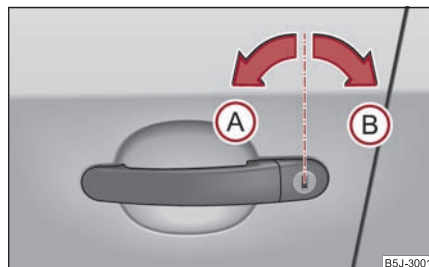

Abb. 36 Schlüsseldrehungen zum Ent- und Verriegeln
- Drehen Sie den Schlüssel im Schließzylinder der Fahrertür nach links in die Öffnungsstellung **A** ⇒ **Abb. 36**.
- Drehen Sie den Schlüssel im Schließzylinder der Fahrertür nach rechts in Schließstellung (B) ⇒ Seite 40, Abb. 36.